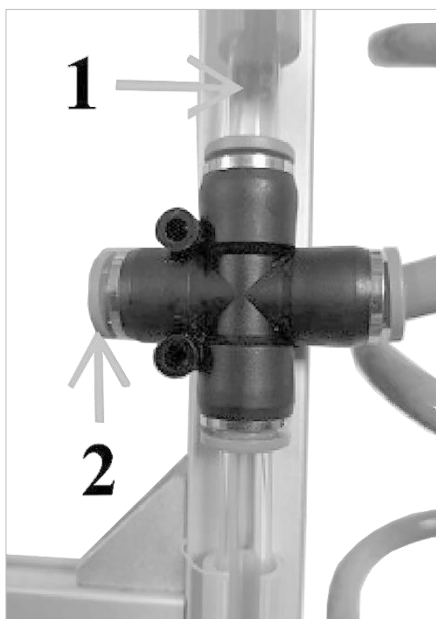
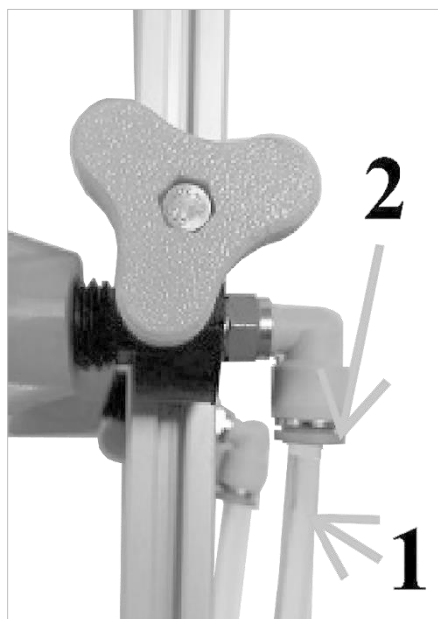

Рис.10
Рис.11
5.4 Фитинги и гидромагистраль ранцевого опрыскивателя VENTO SPRAY BAR (Рис.10, Рис.11):
- гидромагистраль выполнена полиуретановой трубкой (1) диаметром 8мм, а их соединения компрессионными фитингами;
- для того, чтобы отсоединить любую магистральную трубку, необходимо нажать на кольцо (2) на фитинге (Рис.10, Рис.11). Цанга разожметя и трубка высвободится;